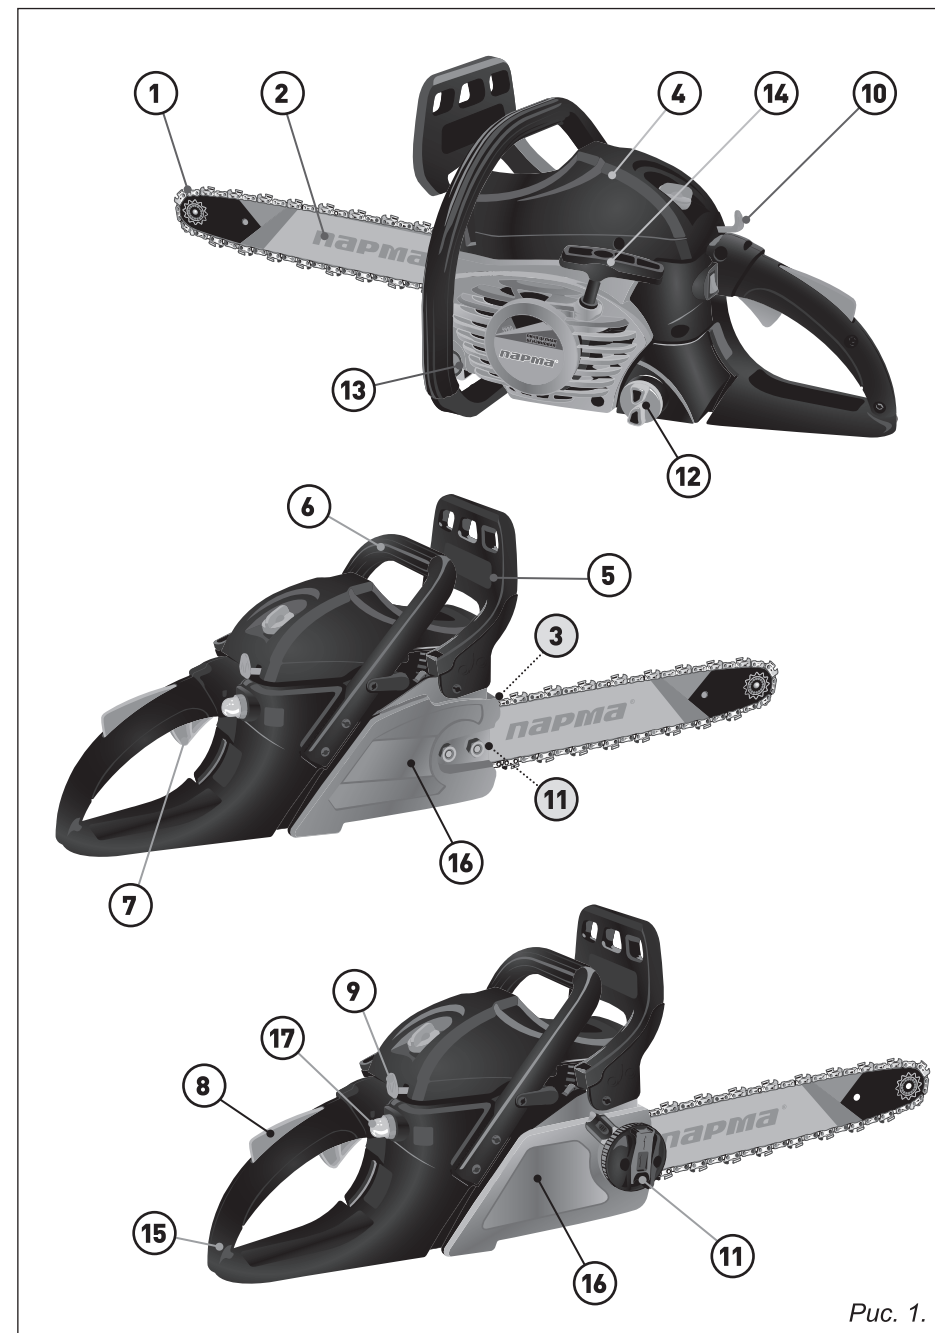

Рис. 1.
2. ОСНОВНЫЕ ЭЛЕМЕНТЫ БЕНЗОПИЛЫ (рис. 1)
Рычаг тормоза цепи (рис. 1, п. 5) —
Рычаг воздушной заслонки (рис. 1, п. 9) —
Рычаг газа (рис. 1, п. 7) —
Праймер (рис. 1, п. 17) —
Выключатель зажигания (рис. 1, п. 10) —